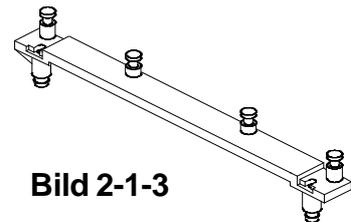

Bild 2-1-3
- ❑ Kühlkörperhalter Basisteil (HSSBASE) - Wird von oben auf das Mainboard gesteckt und mit den Befestigungssteckern (siehe unten) von unten fixiert. (siehe Bild 2-1-3)